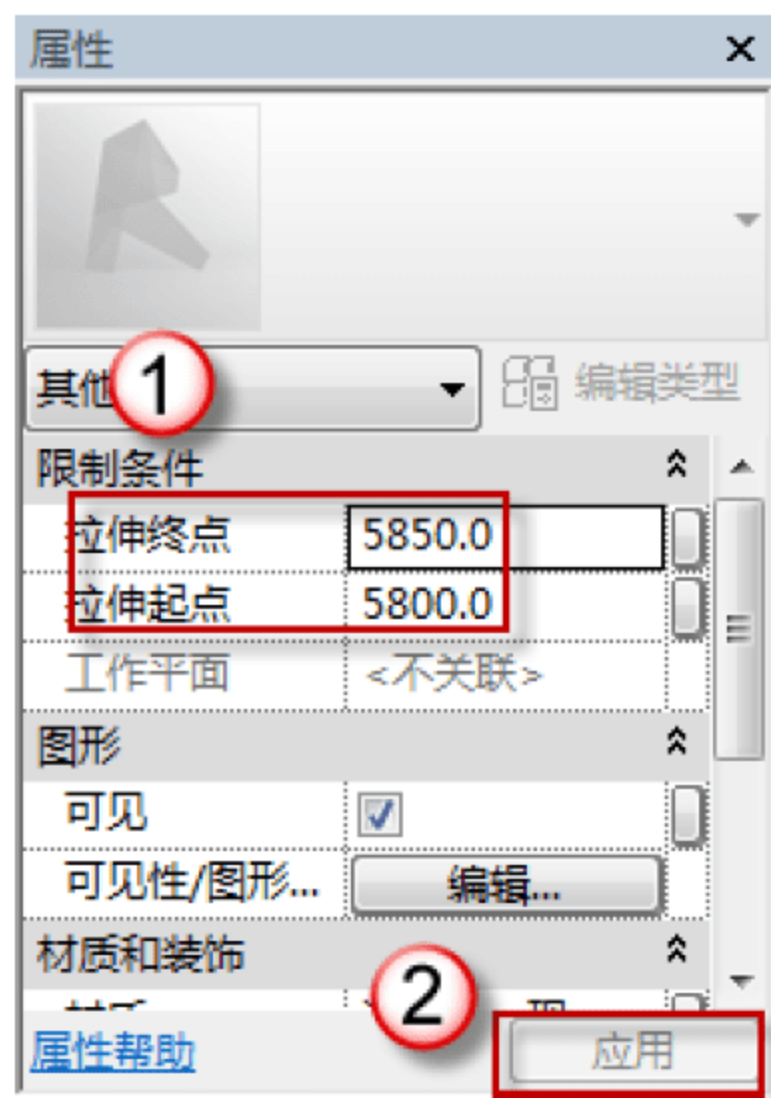

图 12.3.21 调整顶板的参数
(19) 调整顶板的参数。在“属性”面板中，将“拉伸起点”改为“5800”，“拉伸终点”改为“5850”，单击“应用”按钮，如图 12.3.21 所示。